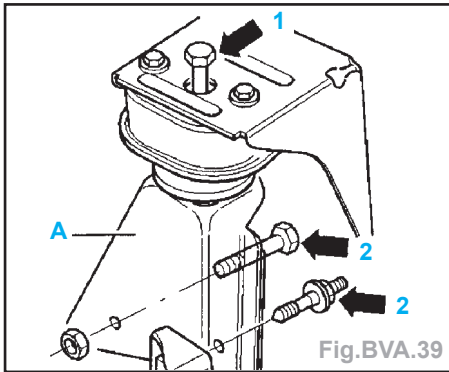

Fig. BVA.39
- Avant de soulever l'ensemble moteur/BV, serrer les vis (flèches 2) du palier de fixation (A) (Fig. BVA.39).